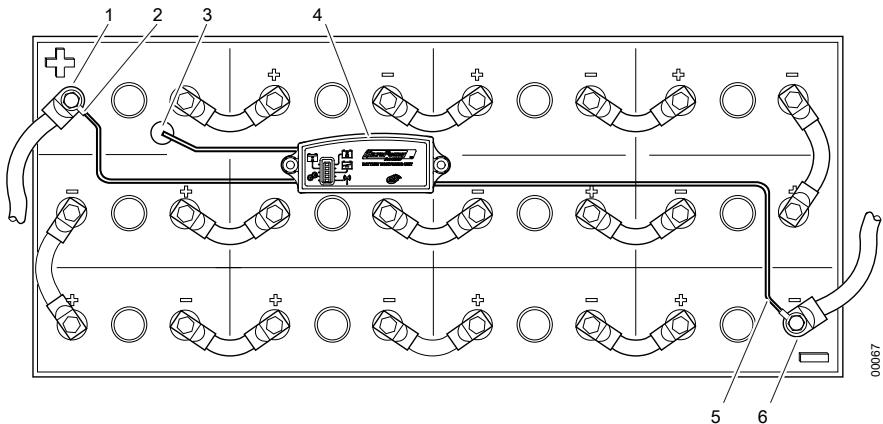

Fig. 1 Access™ BMU installed on the battery
- 8 Batarya izleme biriminin kırmızı kablosunu (Fig. 1 poz 2) bataryanın artı ucuna bağlayın (Fig. 1 poz 1).
2. Mıknatıslı anahtar üzerine mıknatısı tutun ve kırmızı kabloyu (Fig. 1 poz 2) bataryanın arka kutubundan bağlantısını keserek ve tekrar bağlayarak batarya izleme birimini yeniden başlatın.